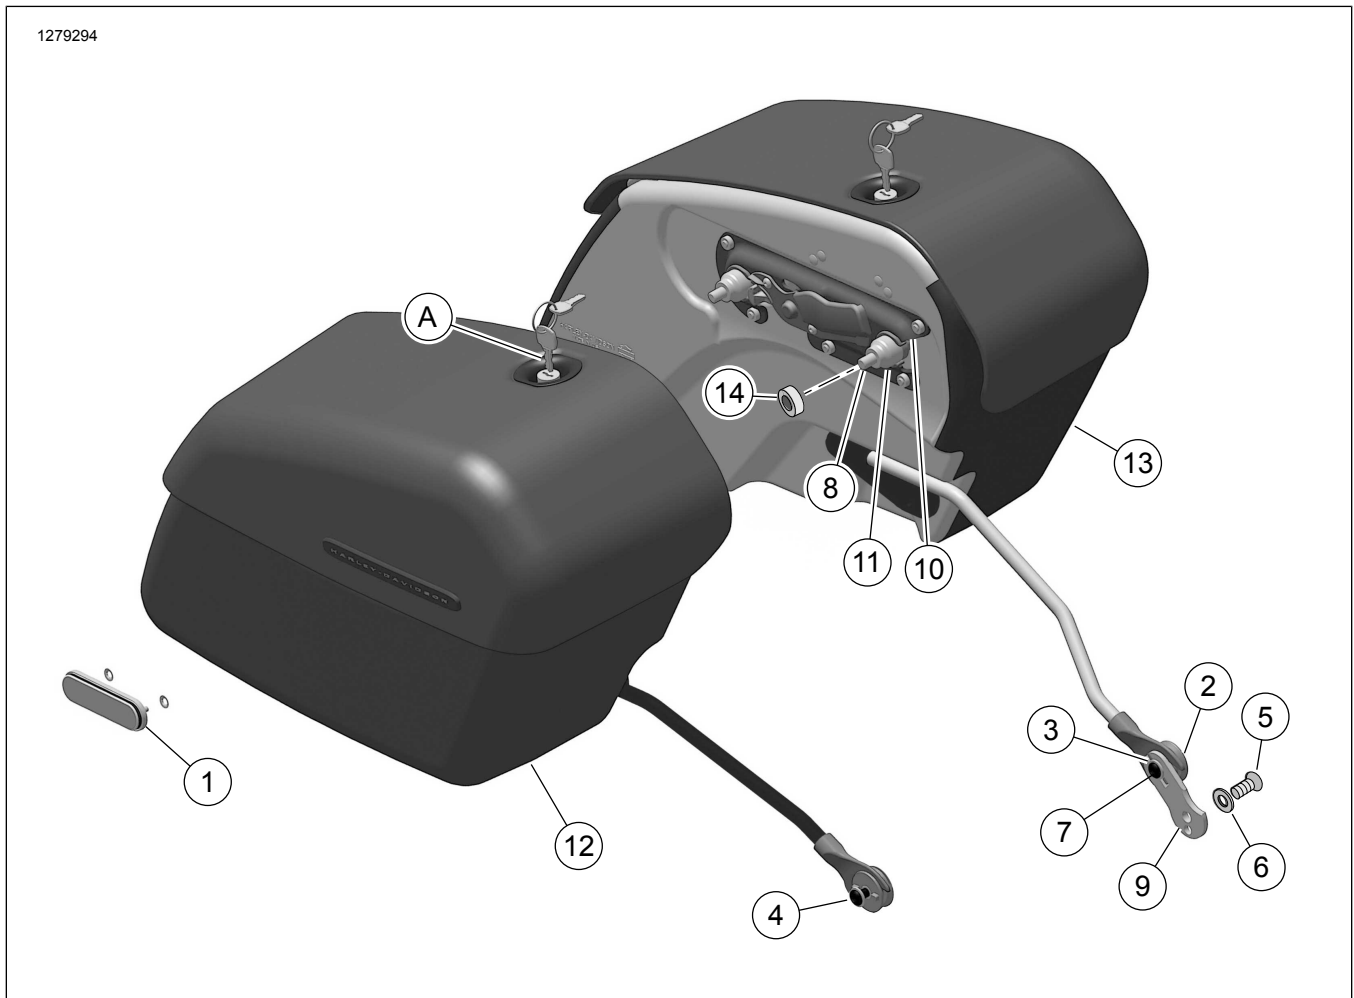

Figure 1. Contenu du kit : Kits de la sacoche amovible
Voir Figure 1 et Tableau 2.
1. Voir Figure 1 . Ouvrir la sacoche.